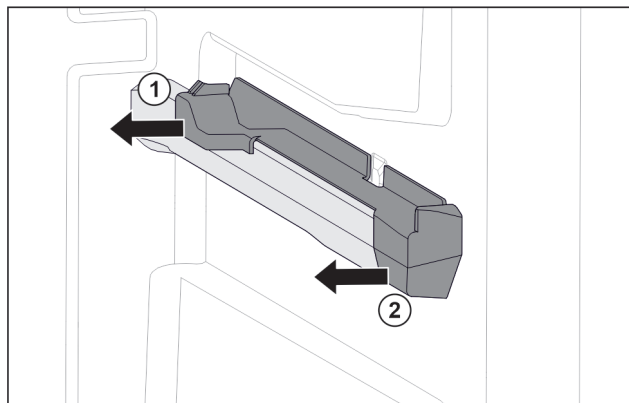

Fig. 53 Наставка върху дясното ребро на съда
- ▶ Изтеглете наставката отзад настрани. Fig. 53 (1)
- ▶ Изтеглете наставката отпред настрани. Fig. 53 (2)